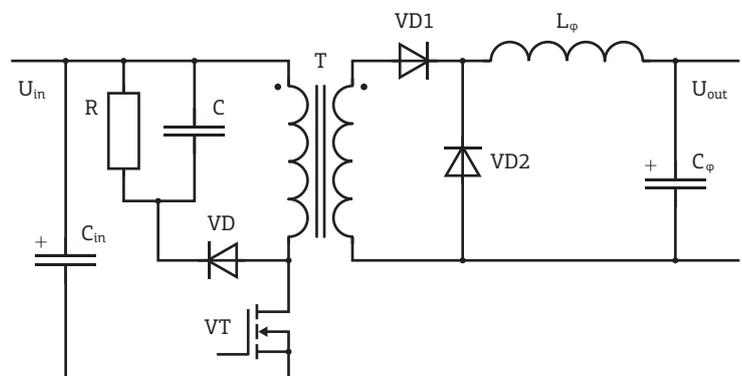
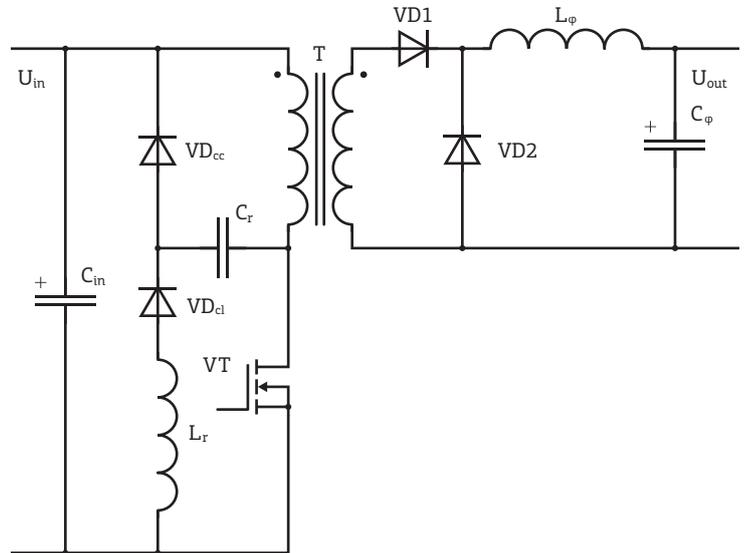
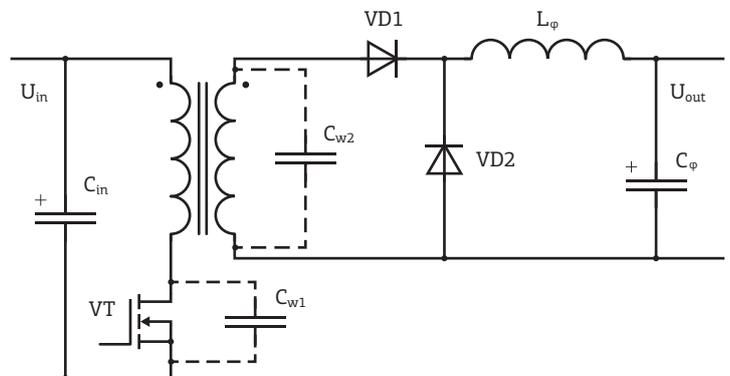

Рис. 32. Схема прямоходового преобразователя с RCD-демпфирующей цепочкой.
Рис. 33. Схема прямоходового преобразователя с LCDD-демпфирующей цепочкой.
Рис. 34. Схема прямоходового преобразователя с резонансной схемой размагничивания трансформатора.
Появление данной модификации прямоходовой схемы — это одна из первых попыток упростить и улучшить процесс размагничивания трансформатора. Прямоходовой преобразователь с RCD-демпфирующей цепочкой (рис. 32) используется, в основном, если необходимо построить недорогой источник питания.
В данном случае предпринята попытка размагничивания трансформатора с помощью демпфирующей цепочки без дополнительных потерь мощности (рис. 33).
Но, ввиду сложности и неоднозначности резонансных процессов для различных режимов работы схемы, для того, чтобы обеспечить правильную работу схемы во всем диапазоне изменения нагрузки и входного напряжения, необходима не одна итерация при выборе параметров контура. В случае не оптимальных параметров резонансного контура потери мощности могут даже превосходить потери мощности в резисторе R, присущие схеме, изображенной на рис. 32.
Для размагничивания трансформатора используется паразитная емкость транзистора (иногда необходима дополнительная внешняя емкость). Это очень простая и удобная в применении схема, не требующая большого числа дополнительных компонентов (рис. 34).
**Эффективность.** Для источников питания, в которых основными параметрами являются высокая удельная мощность и КПД, оптимальными будут «прямо-обратноходовая» схема или схема двойного прямоходового преобразователя. В случае, если решающее значение имеет стоимость источника питания, целесообразно применить схемы, представленные на рис. 32 и рис. 34.
В остальных схемах использование синхронного выпрямителя требует значительного количества дополнительных элементов, т.к. необходимо реализовать управление синхронными транзисторами при нулевом напряжении на вторичной обмотке трансформатора. Прежде всего, это касается схем, представленных на рис. 13, рис. 32 и рис. 33.